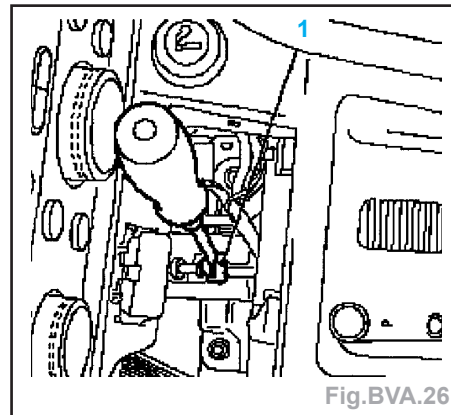

Fig.BVA.26
- Déverrouiller avec précaution la pièce de serrage (1) du câble de levier de sélection avec un petit tournevis (Fig.BVA.26).